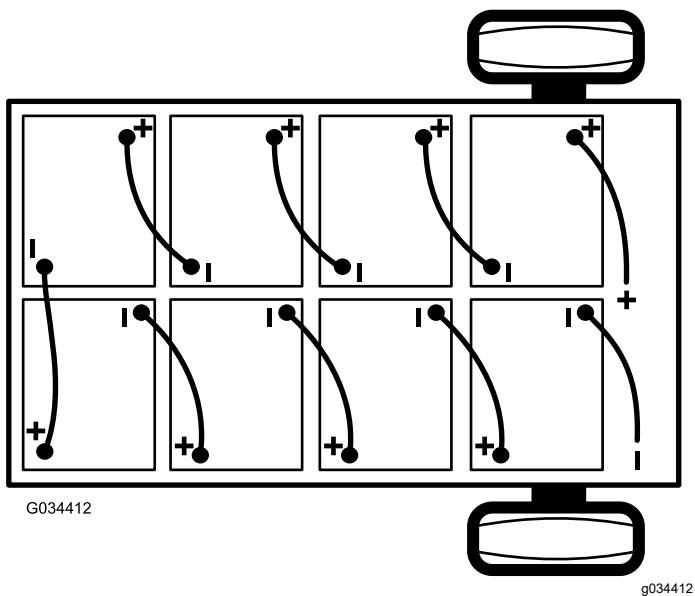

Рисунок 39
2. Отсоедините главный отрицательный кабель аккумулятора (черный), который соединяет блок аккумуляторов с точкой заземления автомобиля (Рисунок 39).
3. Отсоедините главный положительный кабель аккумулятора (красный), который соединяет блок аккумуляторов с главным контактором автомобиля (Рисунок 39).
- Примечание:** При установке аккумуляторов обращайте внимание на их полярность (Рисунок 39).
6. Соедините аккумуляторы между собой, как показано на Рисунок 39, с помощью промежуточных соединительных кабелей, снятых при выполнении пункта 1.
2. Подсоедините главный положительный кабель аккумулятора (красный) между блоком аккумуляторов и автомобилем (Рисунок 39).
3. Подсоедините главный отрицательный кабель аккумулятора (черный) между блоком аккумуляторов и автомобилем (Рисунок 39).